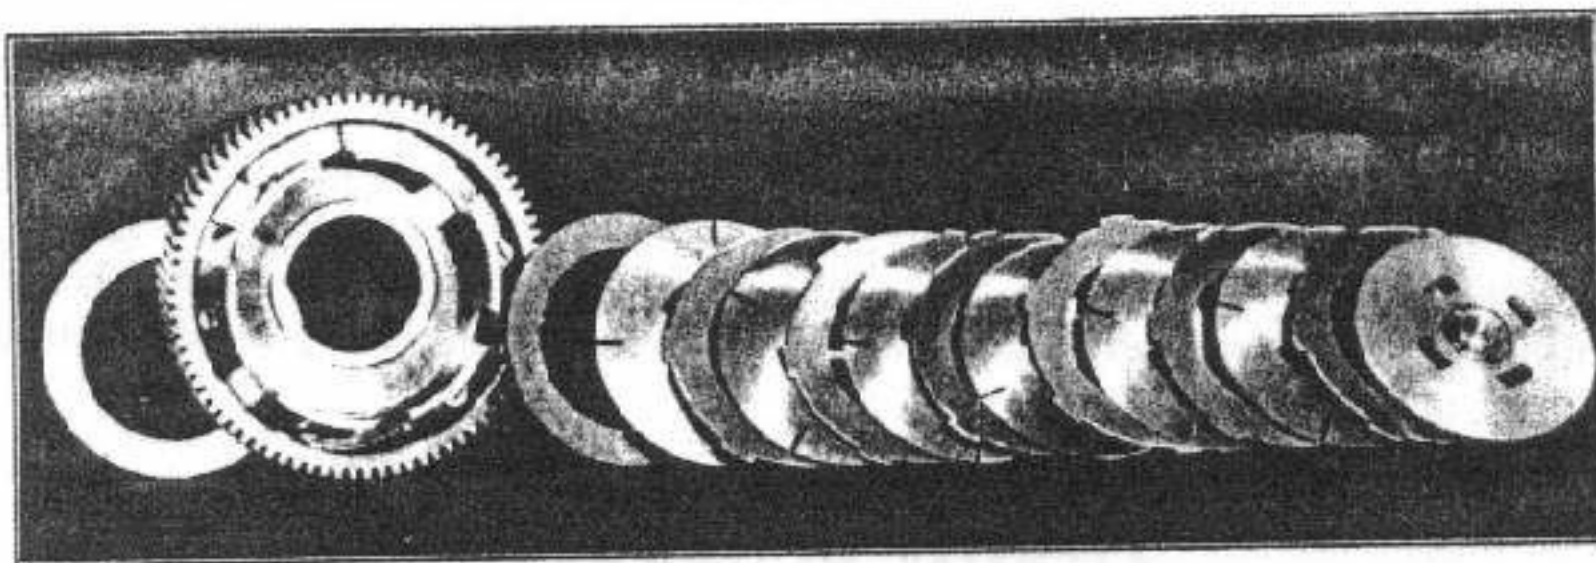

Fig. 61 - (da sinistra a destra - dall'interno all'esterno). Ordine di montaggio dei vari pezzi costituenti la frizione.
*Avvertenze:* Si montino i dischi nell'ordine col quale si erano tolti (vedi fig. 61). Essi devono essere puliti e leggermente unti. L'asta comando frizione deve avvitarsi sul piattello spingidischi in modo che essa sporga per circa un filetto. E' opportuno controllare che la corsa massima dell'asta e del piattello (quando il comando è in posizione « tutto disinnestato ») sia tale da non permettere l'uscita del piattello stesso dalle tacche frontali della griffa, e dei dischi estremi dalle cave del corpo girevole. Se si riscontra ciò, occorre avvitare maggiormente l'asta di comando sul piattello spingidischi.